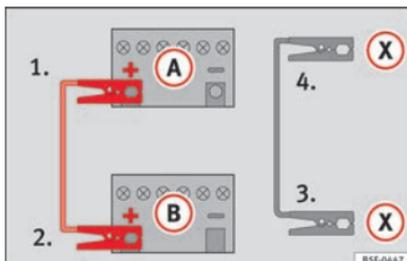

Abb. 190 Anschlussschema für Fahrzeuge mit Start-Stopp-System.
- Bei Fahrzeugen **mit Start-Stopp-System** klemmen Sie ein Ende des *schwarzen* Starthilfekabels (X) an einer geeigneten Massestelle, an ein mit dem Motorblock verschraubtes massives Metallteil oder an den Motorblock selbst an » » Abb. 190.
5. Klemmen Sie das andere Ende des *schwarzen* Starthilfekabels (X) im Fahrzeug mit der entladenen Batterie an ein mit dem Motorblock verschraubtes massives Metallteil oder an den Motorblock selbst, aber an einer weit von der Batterie (A) entfernten Stelle an.